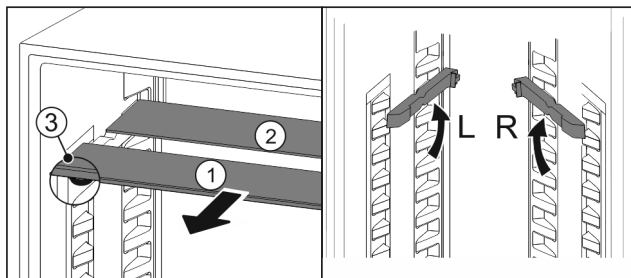

Fig. 48
- Trekk glassplatene enkeltvis fremover og ut Fig. 48 (1).
- ▷ Glassplate Fig. 48 (1) med pyntelist ligger foran.
- ▷ Stoppere Fig. 48 (3) peker nedover.